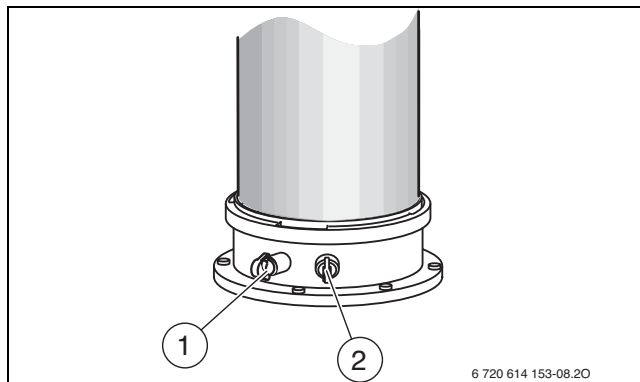

Fig. 37 Ponto de medição de gases queimados e ponto de medição do ar de combustão
- ▶ Remover tampão do ponto de medição de gases queimados[1] (→ fig. 37).